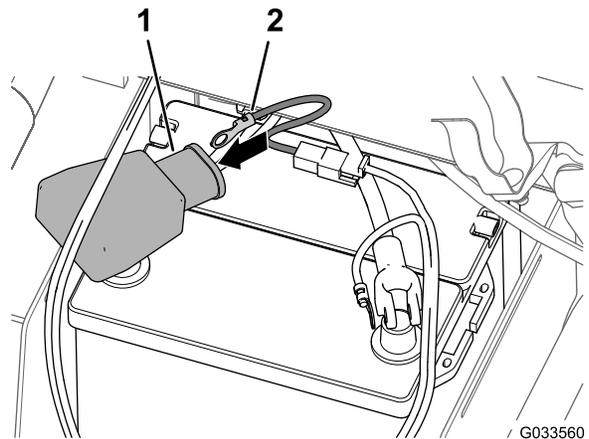

Рисунок 29
- Проденьте круглую клемму плавкой перемычки (жгут проводов опрыскивателя) через широкую крышку аккумулятора, как показано на Рисунок 29.